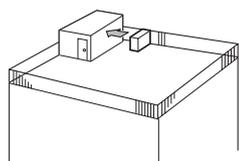

Fig. 2-3
- ① Direcione a saída de ar para a parede mais próxima a uma distância de cerca de 100 cm. (Fig. 2-3)